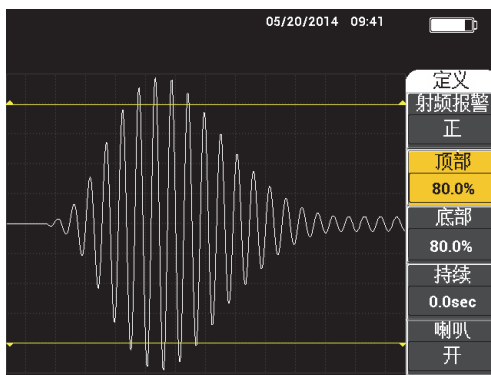

图 5-11 报警阈值的控制
**顶部**设置控制报警的上限。所显示的百分比是满屏高度的百分数。这个控制的示例如第 93 页的图 5-11 所示。
**底部**设置控制报警的下限。所显示的百分比是满屏高度的百分数。这个控制的示例如第 93 页的图 5-11 所示。